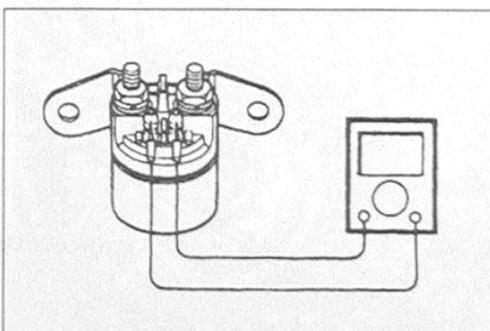

Bild 72
-  Spulentest (Bild 72): Kabel vom Relais trennen und Spule auf Erdung, Stromkreisunterbrechung und Widerstand prüfen. Sollwert 2 – 6.